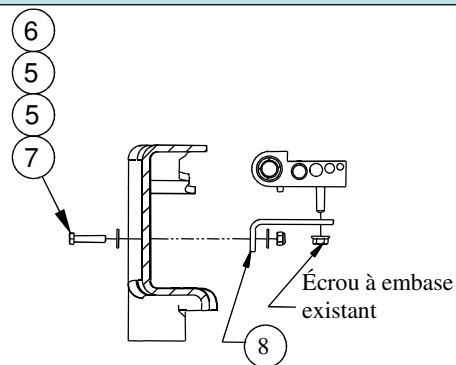

**Figure 1a**
2. **Sur véhicules équipés de moteur à gaz seulement - 2011 et plus récent.** Le tube de vapeur qui court sur l'intérieur du longeron côté conducteur doit être repositionné avant de poser le support côté conducteur. Voir la Figure 1a. Ôter l'écrou à embase de l'extérieur du cadre et le conserver pour usage ultérieur. Voir la Figure 1b. Faire pivoter les tubes vers le haut et de façon à libérer l'accès. Poser le support en L (8) à l'aide de la visserie 1/4 po (5)(6)(7), comme illustré à la Figure 1c. Serrer le support en L (8) contre le cadre, mais laisser du jeu au porte-tube pour faciliter la pose du support.